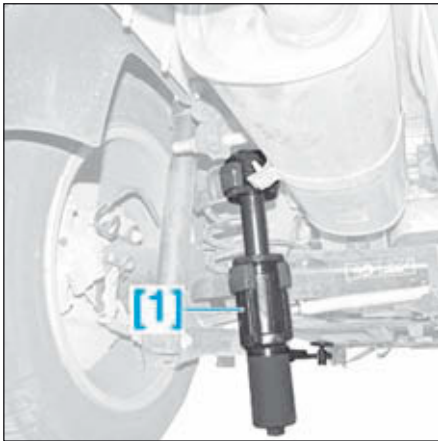

FIG.51
- Mettre en place l'outil [1] sur le ressort de suspension (Fig.51).